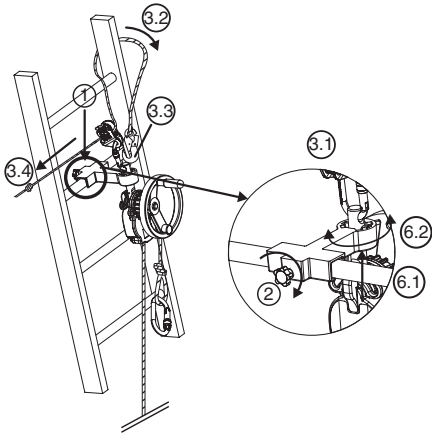

Fig. 7
### 6.3.3. Derope™-toestel UP K (Fig. 7)
- Plaats de kleine steunconsole op het sport van de ladder in de vereiste positie om de reddingsoperatie uit te voeren, boven de te evacueren persoon (Fig. 7, 1).
- Zet de blokkeerpen van de geleiding vast aan de hand van de klemknop die zich aan de achterkant van de console bevindt (Fig. 7, 2).
- Bevestig de connector van de afstelrichting LCM 05 in het bovenste gat van de verankering (Fig. 7, 3.1).
- Breng de leiriem rond het sport van de ladder boven de console door één van de steigers van de ladder te omleiden (Fig. 7, 3.2).
- Koppel de connector van de leiriem aan op de connector van de afstelrichting LCM 05 (Fig. 7, 3.3).
- Span de leiriem op door aan het vrije uiteinde te trekken (Fig. 7, 3.4).
6. Richt het Derope™-toestel naargelang de behoeften en wijzig de positie van de verankerpen in de indexeerven (Fig. 7, 6.1 – 6.2).